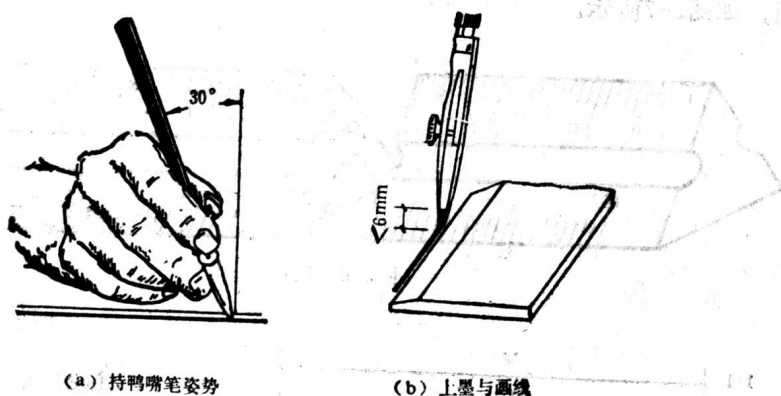

图2-9 鸭嘴笔的用法
1. 鸭嘴笔 鸭嘴笔是上墨汁绘直线用的，又叫直线笔。它是由两叶钢片组成，墨汁滴入两钢片之间，钢片外面的墨汁要擦净，墨线宽度靠旋动螺扭调节两钢片间距取得。上墨多少和持笔姿势的正确与否，对能否使用好鸭嘴笔都是非常重要的，如图2-9所示。